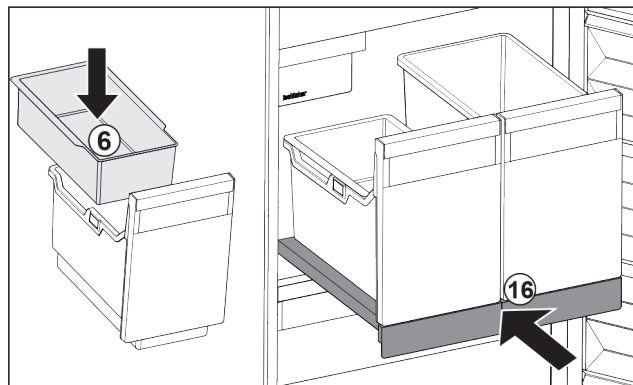

Fig. 201
- ▶ Vsaďte závěsnou misku Fig. 201 (6) pro kostky ledu.
- ▶ Zasuňte vysouvací přihrádku s nádobou (IceTower). Fig. 201 (16)